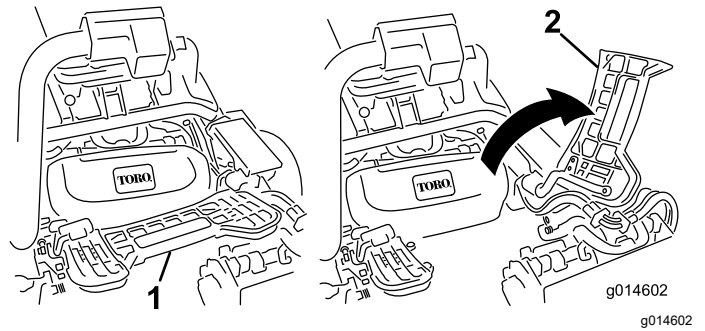

Figura 51
2. Eleve o apoio de pé e incline-o para aberto, permitindo o acesso à posição da unidade de corte central (Figura 51).